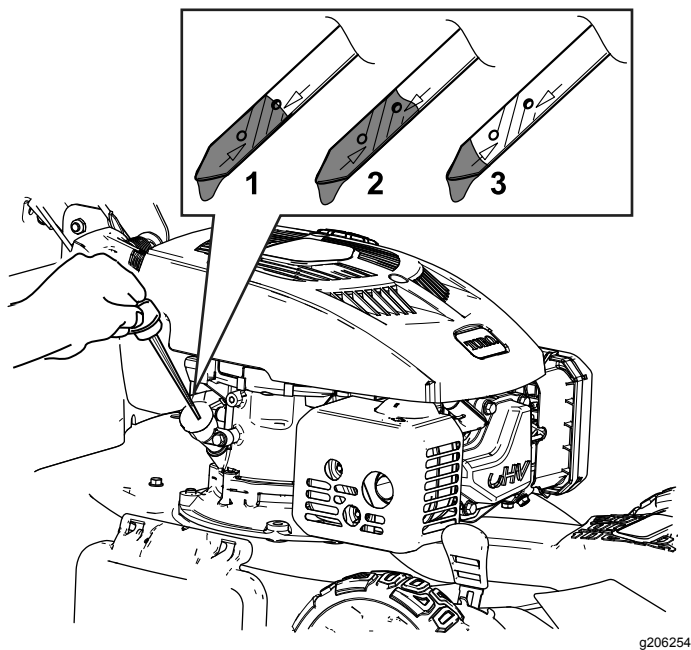

Figura 24
3. Retire la varilla girando el tapón en el sentido contrario a las agujas del reloj y tirando del mismo (Figura 24).
4. Ponga la máquina de lado (con el filtro de aire hacia arriba) para drenar el aceite usado del tubo de llenado de aceite (Figura 24).